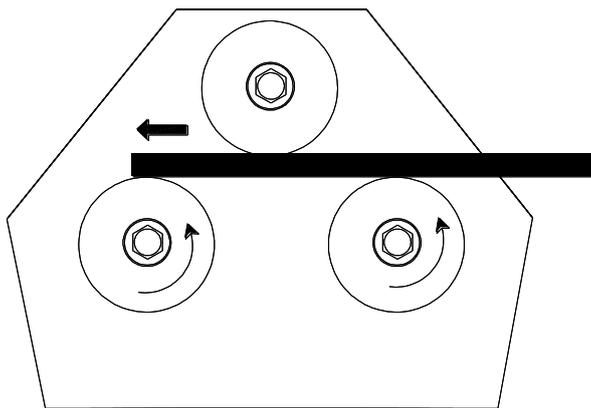

FIGURE 12 - 1
- 1) démarrer la machine et poser le matériau à cintrer en position, en enfilant la section entre les galets (Figure 12 - 1) ;
- 2) arrêter la machine et inverser le sens de rotation des galets jusqu'à ce que la section à plier se déplace vers l'arrière de sorte que le coin de cette section soit dans la position indiquée par **A** sur la figure 12 - 2, puis abaisser le galet de compression jusqu'à ce qu'il entre en contact avec le matériau